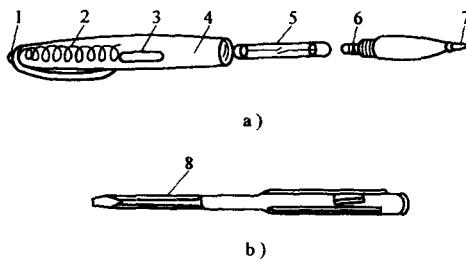

图 1-1 低压验电器
1) 低压验电器。低压验电器又称测电笔（简称电笔），有钢笔式和螺钉旋具式（又称旋凿式）两种。如图 1-1 如示。